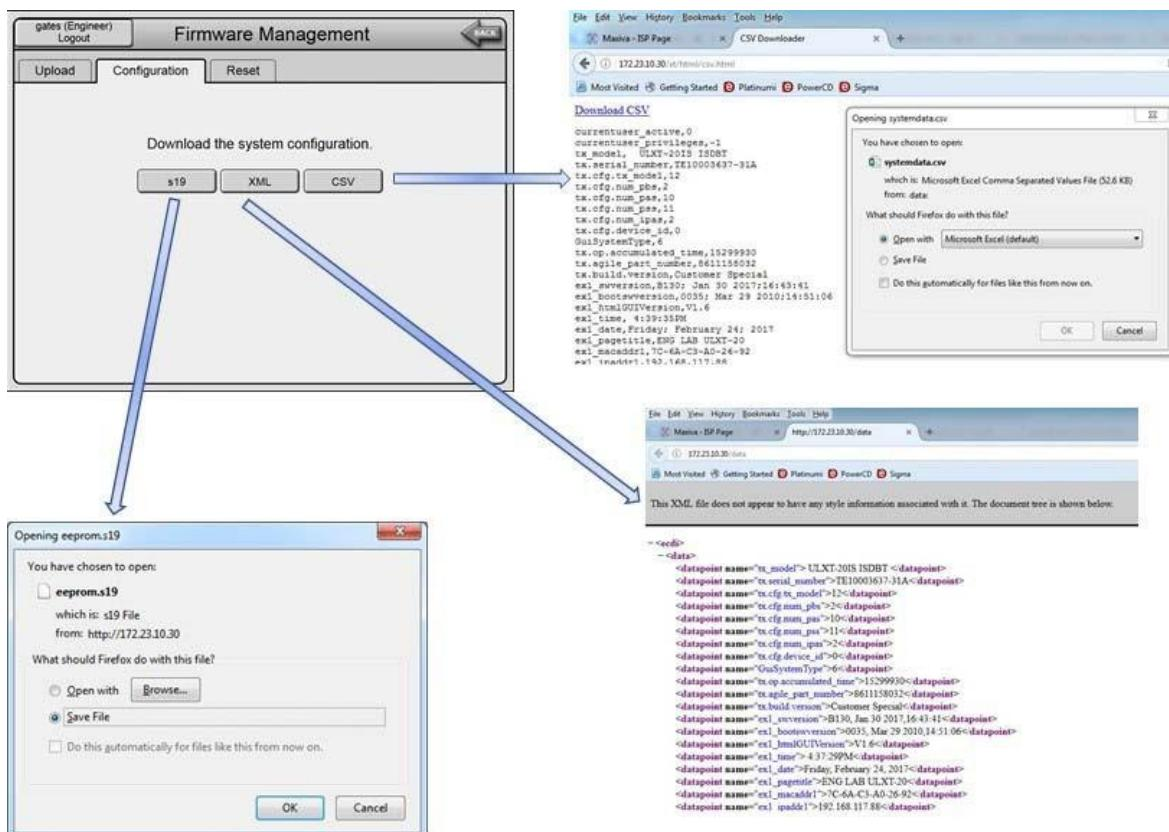

Figura 5-5 Pantalla de descarga de ULXT ISP
- PASO 3** Haga clic en la pestaña Configuración y se mostrarán tres botones de descarga como se muestra en la Figura 5-5 a la izquierda.